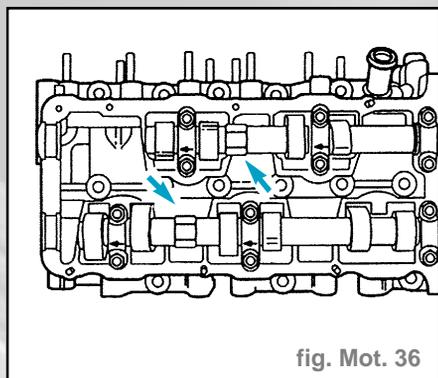

fig. Mot. 36
**Nota :** Ne faire contre-appui sur l'arbre à cames qu'avec une clé à fourche d'ouverture **24**. La règle pour arbres à cames **3268** ne doit pas être en place lors du serrage ou du desserrage des pignons de chaîne (fig. Mot. 36).